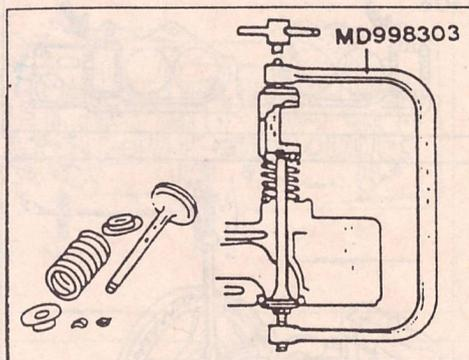
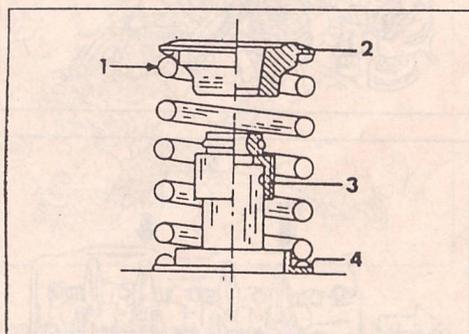

Рис. 47. Применение инструмента для сжатия клапанной пружины для установки клапана.
Рис. 48. Разрез узла клапана
- Установить на место пружины и тарелки и сжать пружины приспособлением, показанным на рис. 47. Покрытые краской кожухи пружин должны быть обращены к тарелкам. Разрез узла клапана показан на рис. 48.